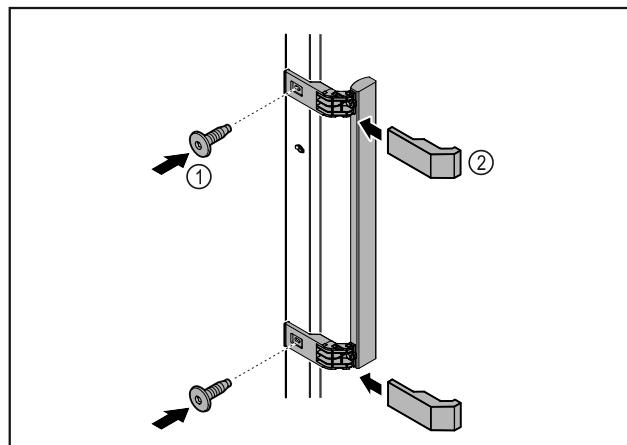

Fig. 8
- Ataşaţi mânerul din pachetul de accesorii la uşă cu ajutorul şuruburilor incluse Fig. 8 (1).
- Aplicaţi capacul Fig. 8 (2).